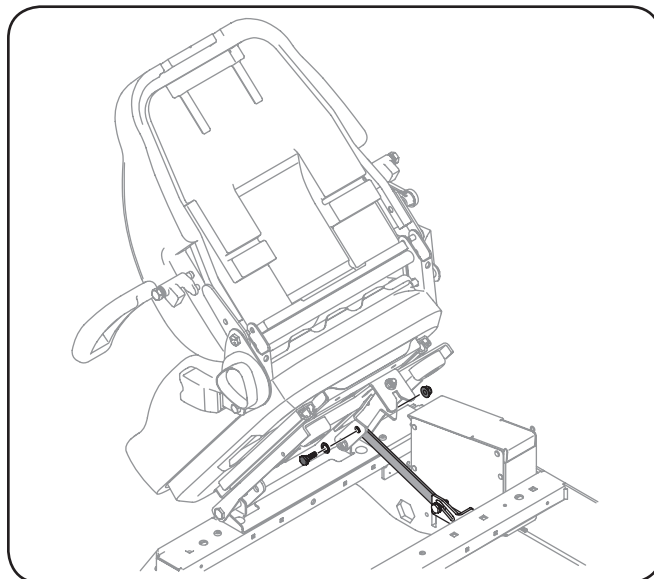

Figure 3-11
3. Retirez le boulon à épaulement et l'écrou autobloquant du câble de soutien, puis installez le câble de soutien sous le siège avec la quincaillerie retirée. Voir Figure 3-11.